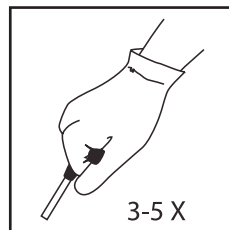

Fig. 17
6. Puxe a corda 3-5 vezes para dar partida no motor (Fig. 17).